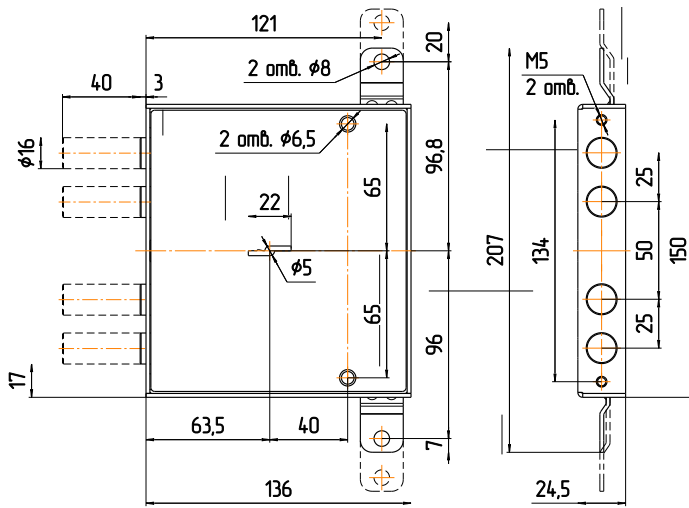

Рис.2
- 5.1. Произвести разметку и выполнить на торце полотна двери и в дверной коробке отверстия под пальцы засова и крепежа замка. Выполнить на полотне двери отверстия для ключа и крепежа (см. рис.2).